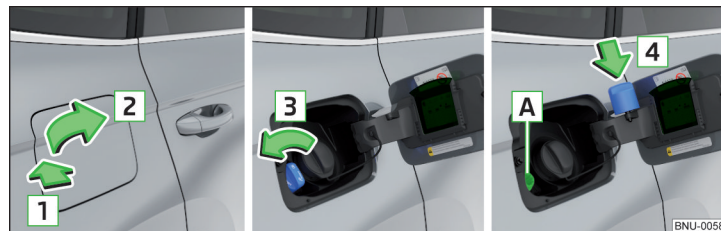

Fig. 300 Abrir la tapa del depósito/ desenroscar el cierre del depósito/ colocar el cierre del depósito en la tapa del depósito
- Presionar la tapa del depósito en el sentido de la flecha **1** y abrirla en el sentido de la flecha **2** » fig. 300.